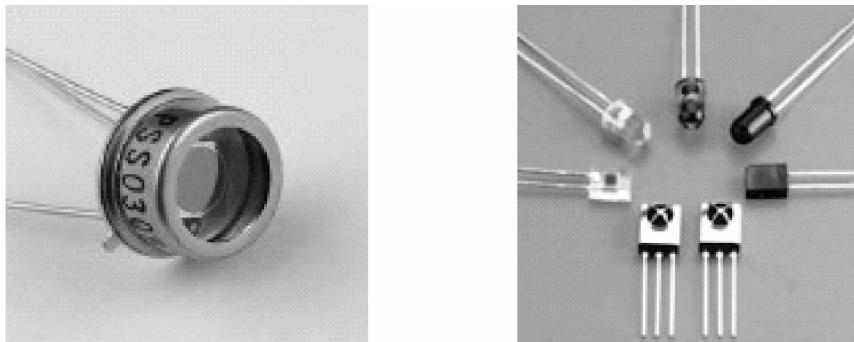

图1-1-6 光电二极管
(1) 按制造工艺分类
① 点接触型：PN结接触面积较小，工作电流小，常用于高频小信号电路。
② 面接触型：PN结接触面积较大，工作电流大，常用于低频大信号电路。
③ 平面型：PN结接触面积较大，工作电流大，常用于大功率的信号电路。
(2) 按制造材料分类 可分为硅二极管和锗二极管。硅二极管的热稳定性较好，锗二极管的热稳定性相对较差。
(3) 按用途分类 可分为整流二极管、稳压二极管、发光二极管、光电二极管和变容二极管等。
① 光电二极管：光电二极管的结构与普通二极管相似，但在它的PN结处，通过管壳上的玻璃窗口能接收外部的光照(图1-1-6)。